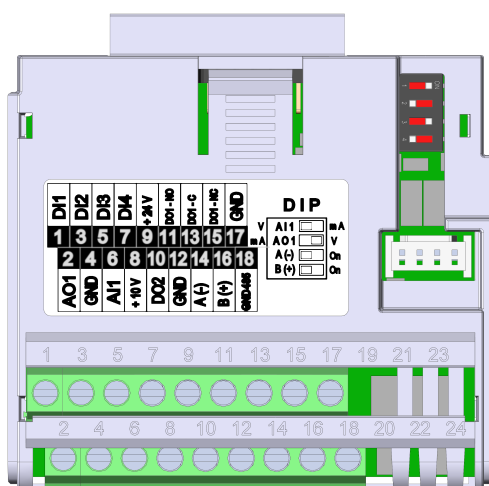

Figura 20.1: Módulo Plug-in CFW500-IO5
O módulo plug-in CFW500-IOS possui somente a interface Serial (1) através da porta RS-485 nos bornes 14 (A-) e 16 (B+), veja Figura 20.1 na página 20-1. Veja também, o GND485 no terminal 18 está isolado do GND nos terminais 17 e 4.